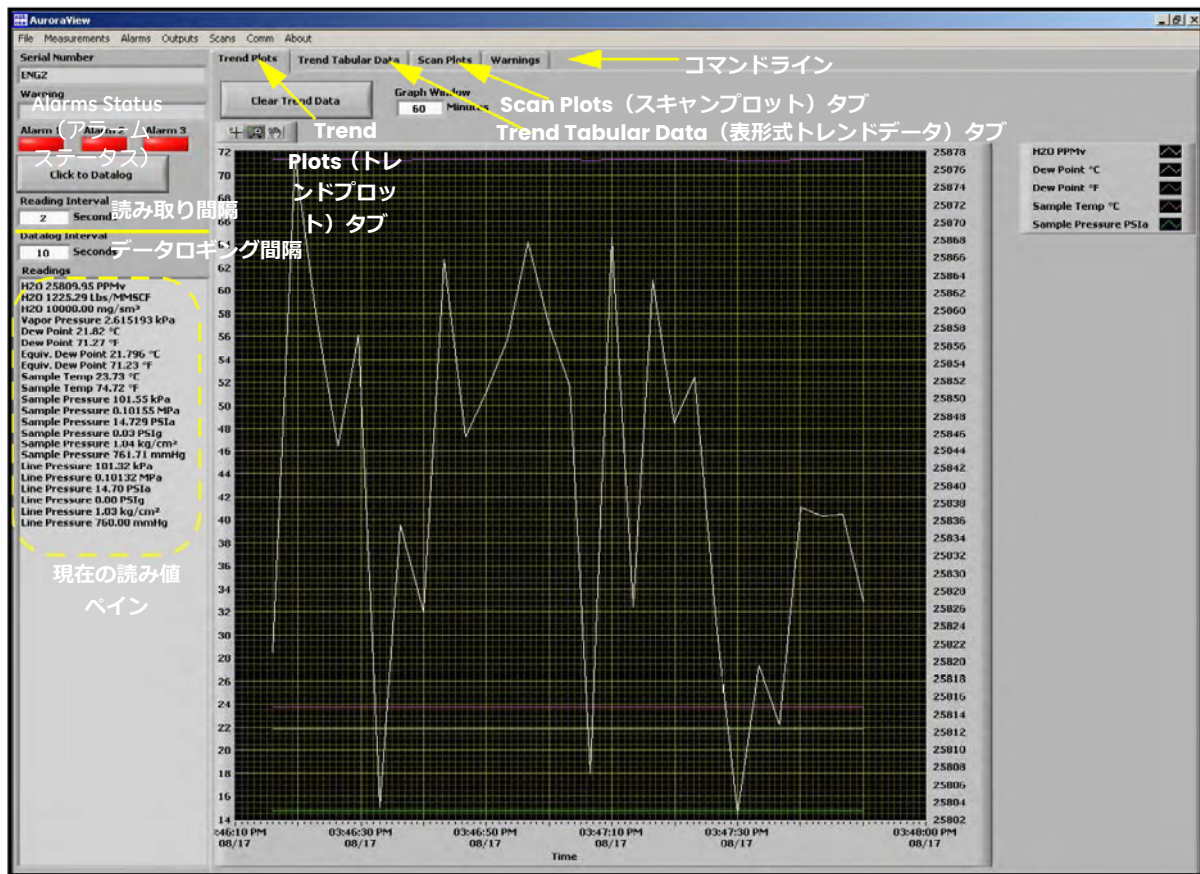

図54 : AuroraViewメイン画面
2. AuroraView が立ち上がり、図 54 のような画面が表示されます。